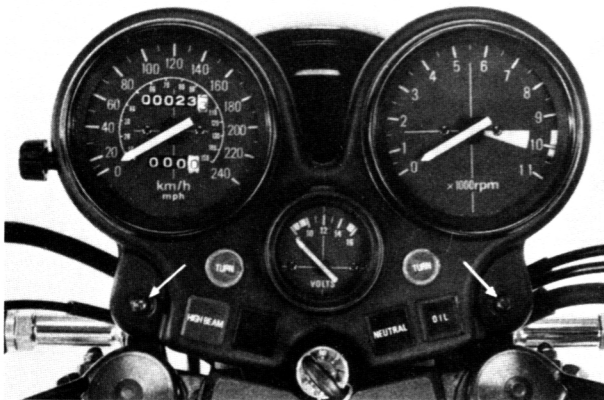

Bild 172
- Die zwei Instrumentenbefestigungsschrauben (Bild 172) entfernen und die Steckverbindung vom Armaturenbrett abnehmen.